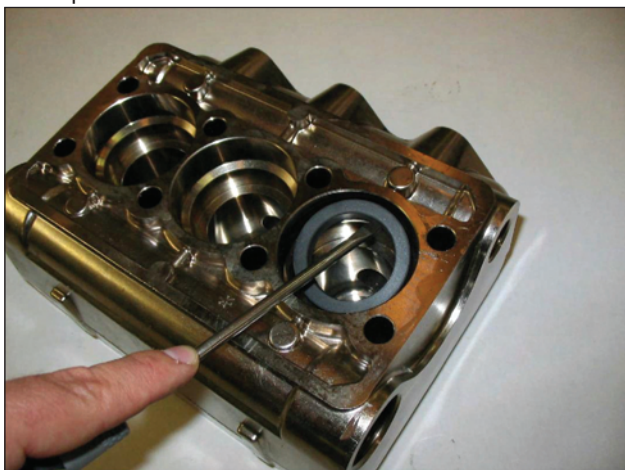

Fig. 21
- C) Extraire les bagues d'étanchéité à haute pression de la tête et celles de basse pression du support correspondant en utilisant des outils ordinaires, comme le montre la Fig. 21 et en ayant soin de ne pas endommager les sièges respectifs.